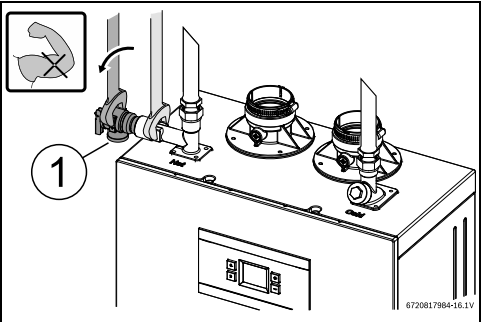

Fig. 27 Raccordements de plomberie et (avec vannes d'arrêt) et soupape différentielle
- Pour installer une soupape différentielle, utiliser le port intégré, voir fig. 27 [1].
- Serrer la soupape différentielle avec le support d'une clé plate, voir fig. 27.
- Des soupapes d'arrêt doivent être installées sur les conduites d'alimentation en eau froide et de sortie d'eau chaude sanitaire pour faciliter l'entretien du chauffe-eau (voir fig. 27).